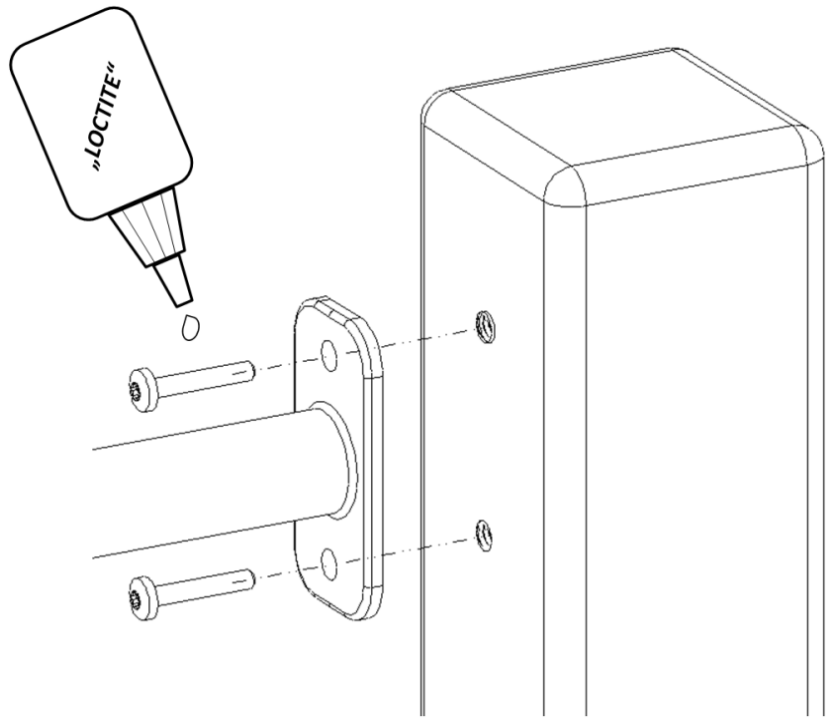

Abbildung 5 - Befestigung der Modulkomponenten an Standpfosten
7. Sobald alle Standpfosten positioniert sind, können die Modulkomponenten (Nr. 21-50 im Montageplan) laut Montageplan an diesen angebracht werden. Halten Sie dafür die Bohrungen in den Laschen der Modulkomponenten an die passenden Bohrungen in den Standpfosten und verschrauben diese mit den Senkkopfschrauben unter Verwendung einer geeigneten Universal-Schraubensicherung (s. Abb. 5).